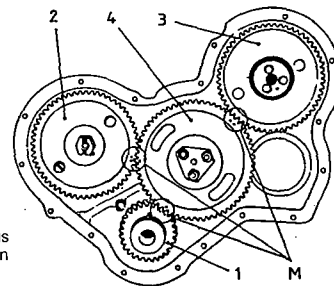

Figura 28. Conjunto de engranajes con sus marcas de puesta a punto respectivas en un motor de la marca PERKINS.
sos y duraderos. En la figura 28, por ejemplo, tenemos los engranajes de un motor de la marca PERKINS. En 1 tenemos el piñón del cigüeñal que va provisto de unas marcas en dos dientes correlativos. Cuando estas marcas (M) se enfrentan a un diente marcado en el engranaje intermedio (4) tal como se ve en la figura tenemos el calado correcto de esta rueda dentada. Del mismo modo, la rueda intermediaria (4) lleva unas marcas que han de coincidir con el engranaje de accionamiento del árbol de levas (2) del modo que las marcas (M) indican. También a su vez la misma rueda intermediaria (4) debe coincidir con las marcas de la rueda de arrastre de la bomba inyectora (3). Como puede verse el piñón del cigüeñal (1) dispone de la mitad de los dientes que las ruedas del árbol de levas (2) y de arrastre de la bomba (3) ya que al tratarse de un motor de cuatro tiempos el cigüeñal gira al doble de la velocidad a que deben hacerlo el citado árbol de levas y la bomba de inyección.